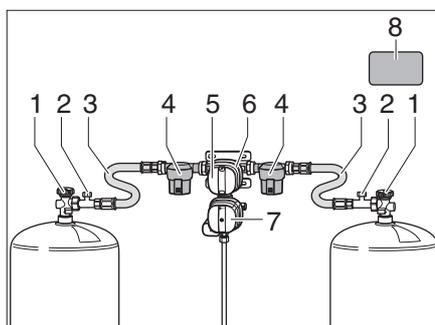
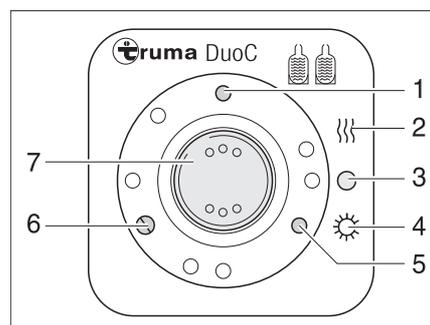
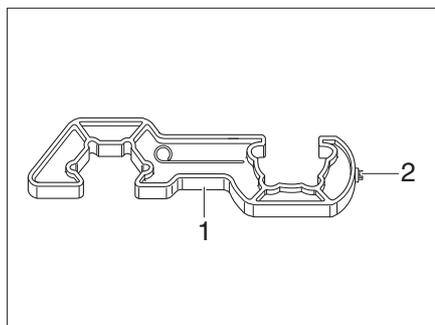
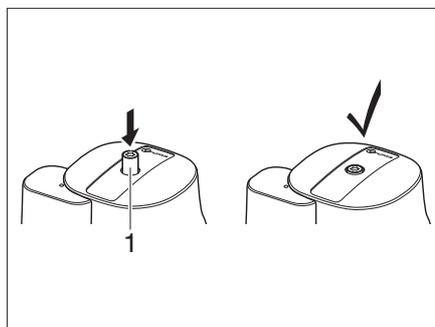

Fig. 233 Impianto di commutazione DuoControl
Fig. 234 Centralina di controllo
Fig. 236 Strumento ausiliario
Fig. 237 Sensore di crash
L'impianto di commutazione DuoControl è costituito da una valvola commutatrice (Fig. 233,6) e dalla centralina di controllo (Fig. 234). La valvola commutatrice è montata tra i tubi flessibili ad alta pressione (Fig. 233,3). Con la manopola (Fig. 233,5) sulla valvola commutatrice è possibile stabilire, quale delle bombole del gas viene utilizzata come bombola in uso e quale bombola del gas viene utilizzata come bombola di riserva.
La valvola commutatrice (Fig. 233,6) è munita dell'impianto antighiaccio EisEx. In questo modo si possono evitare guasti nell'impianto del gas in inverno.
A monte della valvola commutatrice si trova su ogni lato un filtro del gas (Fig. 233,4) che protegge l'impianto del gas dall'olio e dalle impurità.
Sulla centralina di controllo (Fig. 234) possono essere gestite solo le funzioni elettriche. Le valvole principali di arresto (Fig. 233,1) delle bombole del gas devono essere aperte manualmente.
La valvola commutatrice garantisce una pressione del gas costante, indipendentemente da quale bombola provenga l'alimentazione del gas. Le due spie di controllo della centralina di controllo segnalano il livello della bombola in uso. Se la spia di controllo verde (Fig. 234,6) è accesa, la bombola in uso è piena. Se la spia di controllo rossa (Fig. 234,5) è accesa, la bombola in uso è vuota. In questo caso il gas viene fornito dalla bombola di riserva.
- Aprire le valvole principali di arresto (Fig. 233,1) delle bombole del gas.
- Con la manopola (Fig. 233,5) sulla valvola commutatrice (Fig. 233,6) selezionare la bombola del gas da cui proviene la principale alimentazione del gas (bombola in uso).
- Portare l'interruttore a bilico (Fig. 234,7) in posizione "O" (Fig. 234,3). La spia di controllo gialla (Fig. 234,1) si spegne.
- Chiudere le valvole principali di arresto (Fig. 233,1) delle bombole del gas.
Le spie di controllo sulla centralina di controllo (Fig. 234,5 e 6) segnalano all'interno del veicolo se la bombola del gas in uso è pronta.
Se la spia di controllo verde (Fig. 234,6) si spegne durante il funzionamento e la spia di controllo rossa (Fig. 234,5) si accende, la bombola del gas selezionata come bombola in uso è vuota e deve essere sostituita. La bombola di riserva continua ad alimentare le utenze a gas.
- ▶ Per avvitare e svitare i tubi flessibili ad alta pressione, utilizzare lo strumento ausiliario (Fig. 236,1). Esso garantisce la necessaria coppia di serraggio e impedisce che l'uso di utensili errati danneggi collegamento a vite.
- Chiudere la valvola principale di arresto (Fig. 233,1) della bombola del gas vuota.
- Svitare il tubo flessibile ad alta pressione (Fig. 233,3) dalla bombola del gas per mezzo dello strumento ausiliario (Fig. 236).
- Collegare la bombola del gas piena al tubo flessibile ad alta pressione (Fig. 233,3).
- Aprire la valvola principale di arresto (Fig. 233,1) della bombola del gas.
- Posizionare con un mezzo giro la manopola (Fig. 233,5) sulla valvola commutatrice (Fig. 233,6) in modo tale che la bombola del gas appena sostituita serva da bombola di riserva.
- Premere il pulsante (Fig. 233,2) del dispositivo antirottura del tubo flessibile ad alta pressione per attivarlo.
- Eventualmente premere il pulsante di reset (Fig. 237,1) del sensore di crash.
- ▶ Osservare l'etichetta di sicurezza (Fig. 233,8) applicata nel vano portabombole.
- Con il Torx T20 (Fig. 236,2) dello strumento ausiliario premere verso l'interno il pulsante di sbloccaggio (Fig. 237,1), ruotare leggermente in senso orario e mantenere in questa posizione per 5 secondi. Il sensore di crash è pronto quando il pulsante di sbloccaggio (Fig. 237,1) in rimane nella posizione premuta.
*Attivazione:* ■ Dopo aver sostituito la bombola del gas, premere vigorosamente il pulsante verde (Fig. 233,2) del tubo flessibile ad alta pressione (Fig. 233,3).